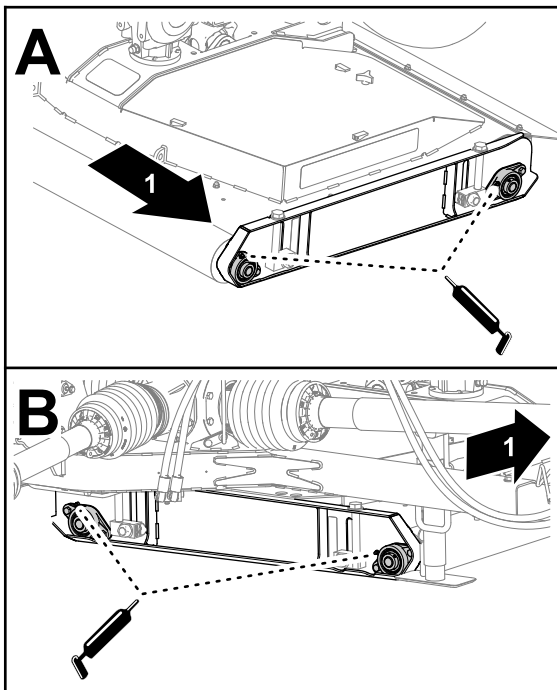

Bild 56
1. Tragen Sie das vorgegebene Fett auf die Lager der Mähwerkrollen auf der linken Seite des Mähwerks auf (Bild 56).
2. Schmieren Sie die Lager der Mähwerkrollen auf der rechten Seite des Mähwerks (Bild 56).